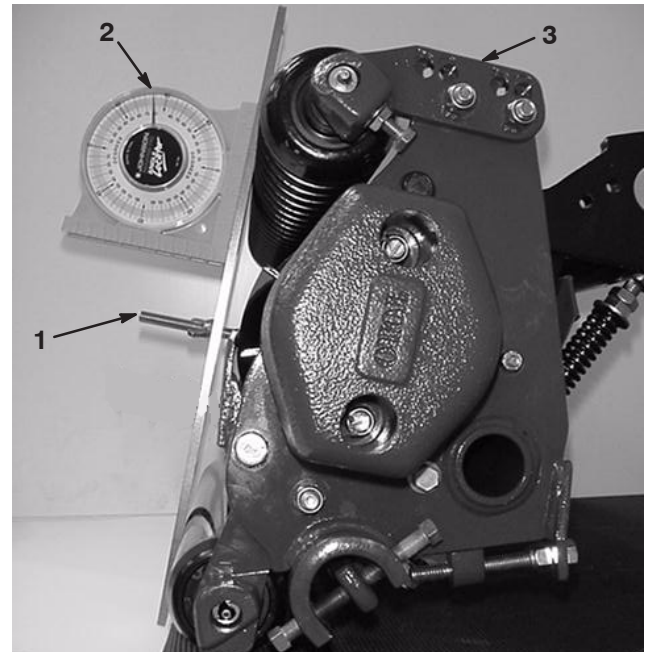

Figure 10
3. Placez le gabarit en travers des rouleaux avant et arrière. La tête de la vis de hauteur de coupe doit passer parfaitement par-dessus le bord de la contre-lame tandis que le gabarit touche les rouleaux (Fig. 10).
4. Placez un indicateur d'angle sur le gabarit et notez l'angle de ce dernier (Fig. 10).
6. Pour régler l'angle du plateau de coupe, modifiez la position du rouleau (A, B ou C) (Fig. 10).